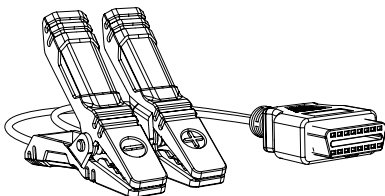

Figure 2.1.5
10. Câble de test de batterie avec connecteur OBD-II femelle et bornes de batterie. (Voir la figure 2.1.5)